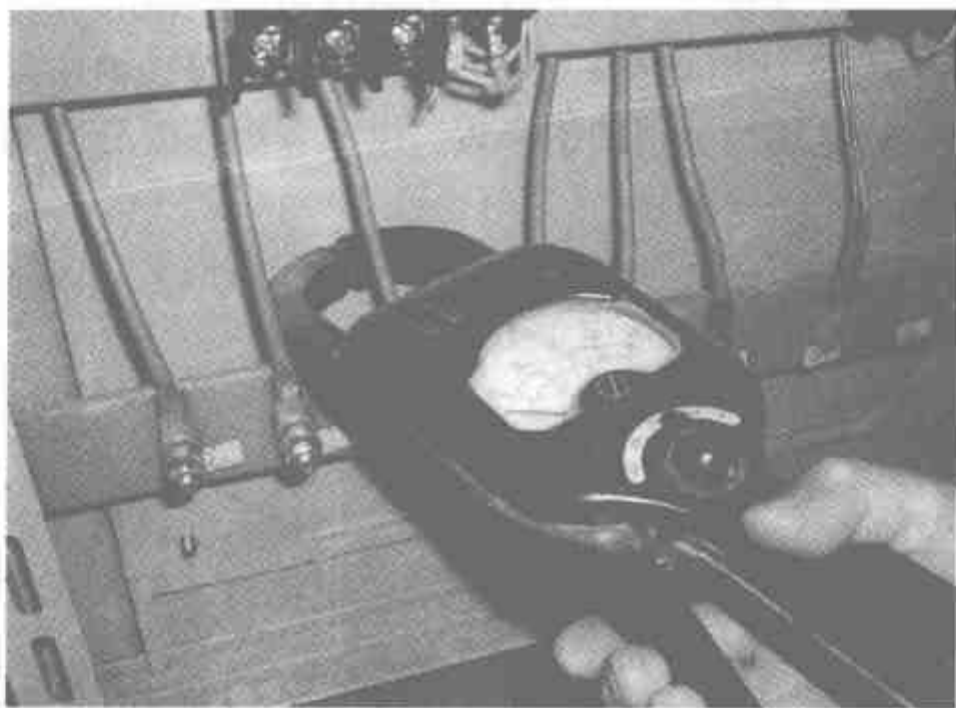

图1-26 用钳形电流表测量电流
(1) 测量前，应检查仪表指针是否在零位。若不在零位，则应调到零位。同时应对被测电流进行粗略估计，选择适当的量程。如果被测电流无法估计，则应先把钳形表置于最高挡，再逐渐下调切换，至指针在刻度的中间段为止。
(2) 应注意钳形电流表的电压等级，不得将低压表用于测量高压电路的电流，以免发生事故。
(3) 进行测量时，被测导线应置于钳口中央，如图1-26所示。钳口两个面应接合良好，若发现有振动或碰撞声，应将仪表扳手转动几下，或重新开合一次。钳口有污垢，可用汽油擦净。